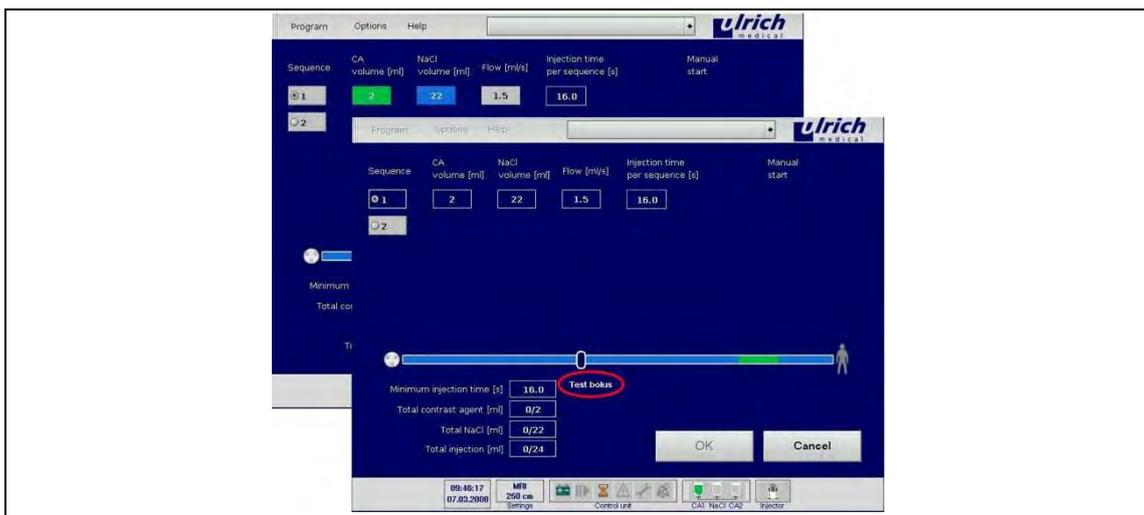

Рис. 58: Строка последовательности тестового болюса
5. Система пока не переходит в маску инъекции (см. Рис. 58, стр. 75).
КВ находится спереди в трубке пациента у разъёма Люэра 2 (см. Рис. 58, стр. 75).